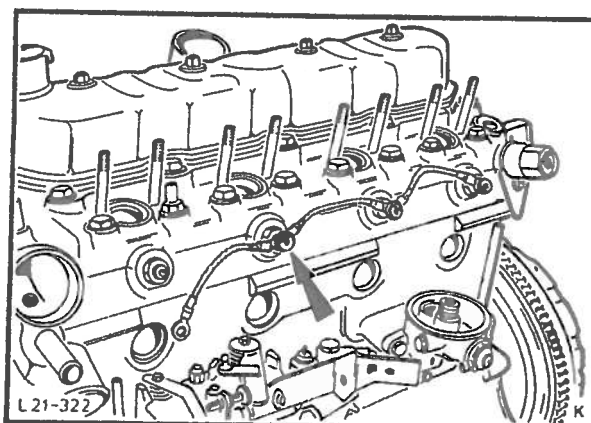

Fig. 41 Demontering av glødeplugg.
8. Demonter glødepluggenes beskyttelseslokk, skru av de riflede mutterne (4) og kople ledningene av fra glødepluggene, fig. 41. Demonter glødepluggene.